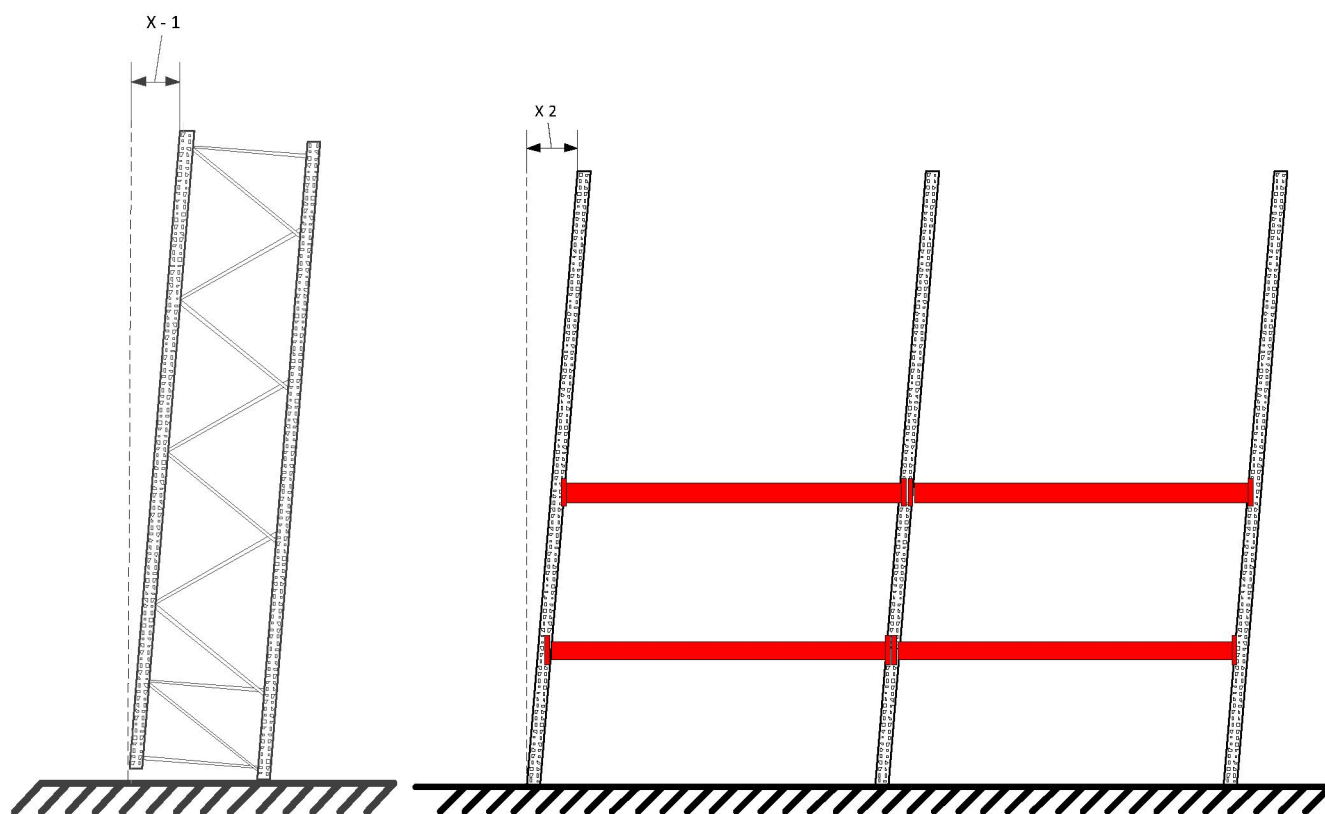

Рис. 9
5.2.14 Нивелировка в двух плоскостях (рис.9):